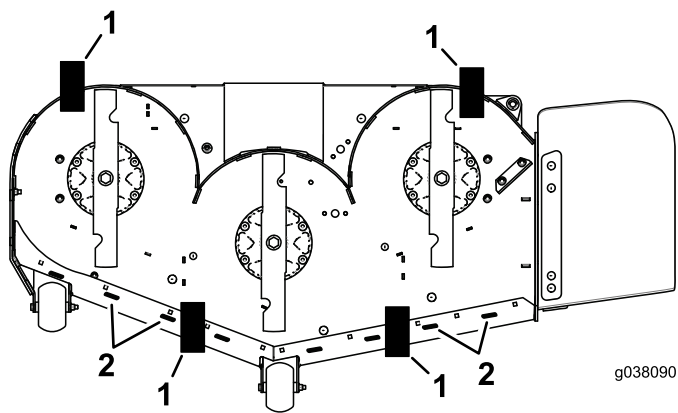

Figure 102
11. Placez une cale (voir le Tableau de hauteur de cale et d'inclinaison) sous le bord arrière de la jupe du tablier de coupe de chaque côté du tablier de coupe (Figure 102).